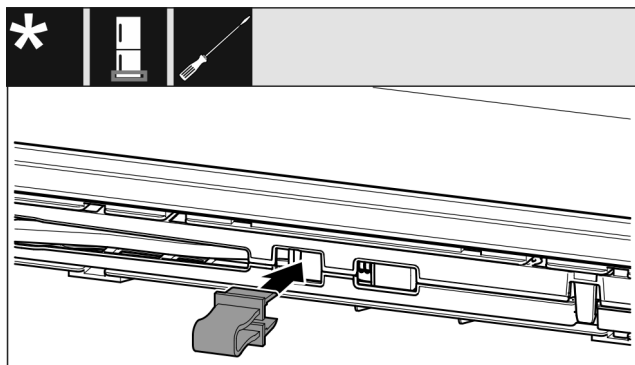

Fig. 17
- ▶ Zazębić zabezpieczenie w otworze. (patrz Fig. 17)